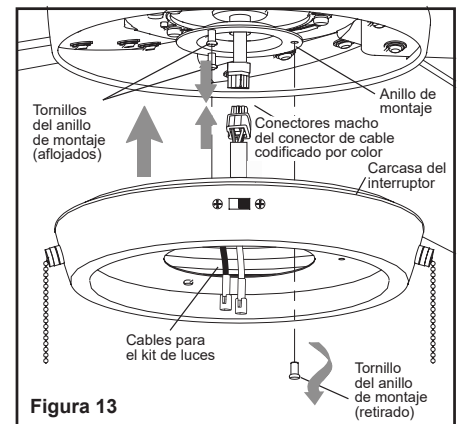

Figura 13
Paso 1. Conecte el cable de suministro del ventilador (negro) y el cable de suministro de luz (azul) al cable de suministro (negro) de la casa como se muestra en la Figura 13.
Paso 1. Retire uno de los tornillos del anillo de montaje. Conserve el tornillo del anillo de montaje. Afloje los otros dos tornillos del anillo de montaje (no los retire). **(Figura 13)**
Alinee el orificio restante de la carcasa del interruptor con el orificio restante del anillo de montaje. Instale en los orificios alineados el tornillo del anillo de montaje que se retiró del anillo de montaje. Apriete los tres tornillos para asegurarlos. **(Figura 13)**